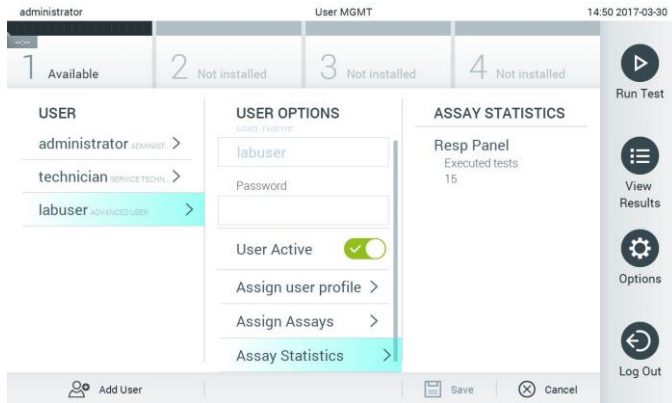

Figura 51. Visualizzazione delle statistiche dell'esame.
- Assay Statistics (Statistiche esami): mostra il numero di volte che un esame è stato eseguito dall'utente selezionato (Figura 51).